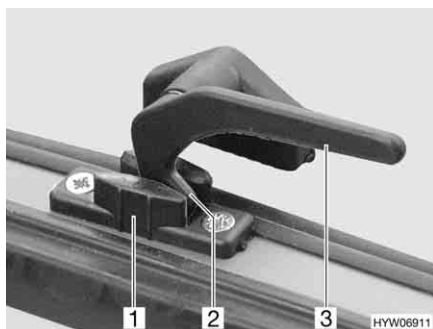

Fig. 15 Leva di serraggio in posizione "Aerazione continua"
- In posizione di "Aerazione continua" (Fig. 15)
- Ruotare la leva di serraggio (Fig. 15,3) di un quarto di giro verso il centro della finestra.
- Ruotare la leva di serraggio di un quarto di giro verso il telaio della finestra. Riportare contemporaneamente il nasello di chiusura (Fig. 15,2) nella rientranza della chiusura della finestra (Fig. 15,1).